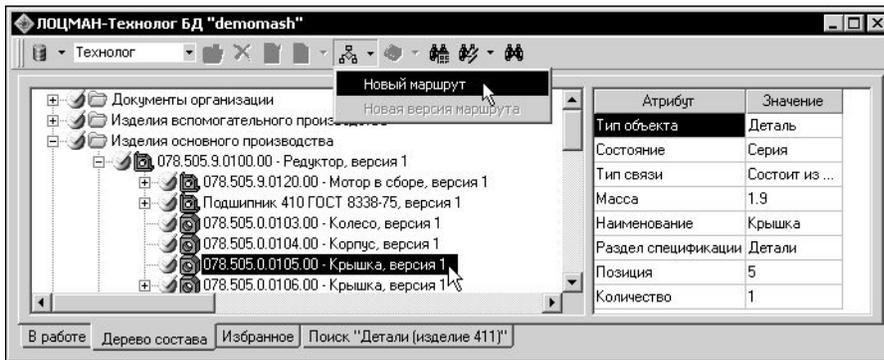

Рис. 12.6. Создание нового объекта «Маршрут»
- Найдите требуемый элемент состава изделия и установите на него курсор (рис. 12.6). Эту процедуру можно осуществить на любой из трех вкладок модуля: **Дерево состава**, **Избранное** или **Поиск**.
2. Нажмите кнопку **Новый маршрут** на инструментальной панели модуля. Если создаваемый маршрут — первый для данного элемента состава, то активным будет только пункт **Новый маршрут** (рис. 12.6). При создании последующих маршрутов — только пункт **Новая версия маршрута**. Щелкните мышью на одном из указанных пунктов.